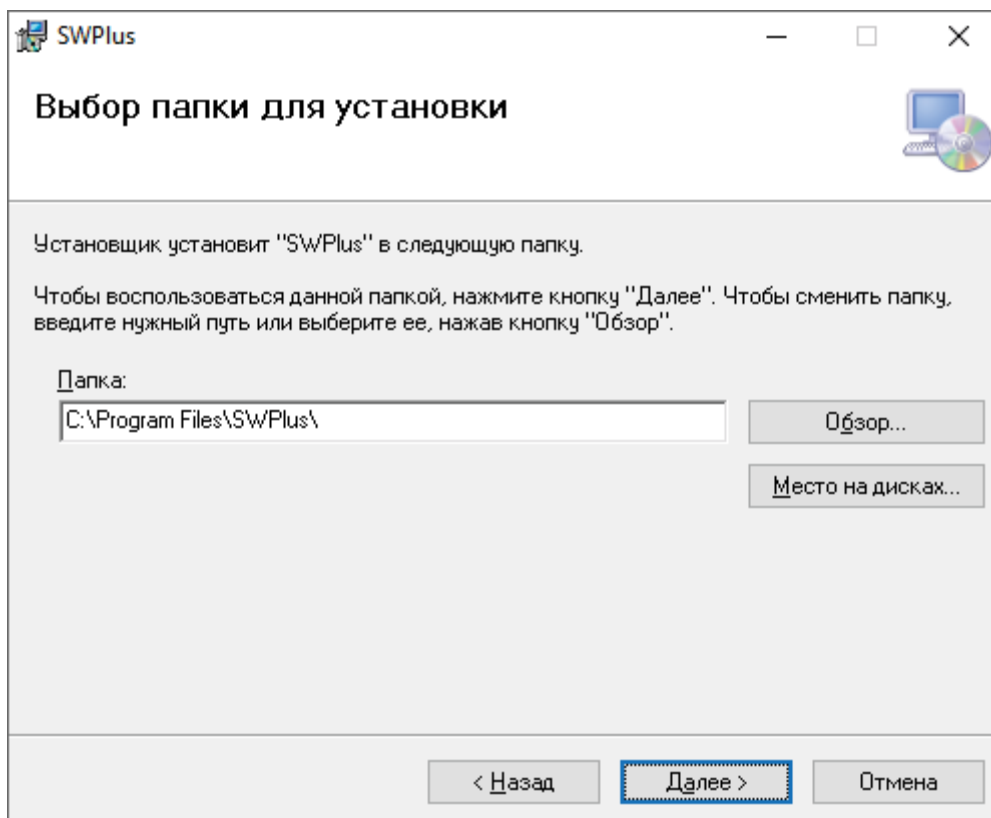

Рис. 1 – Диалоговое окно мастера установки SWPlus. Выбор папки установки
5. Нажмите **Далее**, чтобы перейти к выбору папки для установки (рис. 1). По умолчанию для установки выбран каталог C:\Program Files\SWPlus.